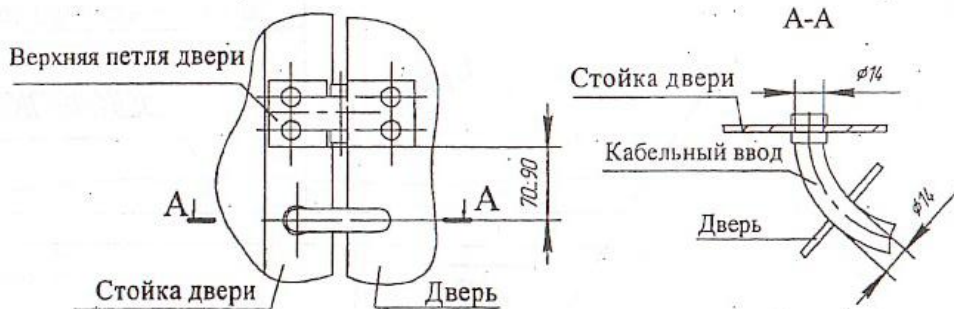

Рис.3
- 6.6 В случае отсутствия отверстий в стойках дверей и дверях для жгута питания просверлить отверстия диаметром 14мм в соответствии с рис.3. Защитить металл в зоне отверстий нитроэмалью.